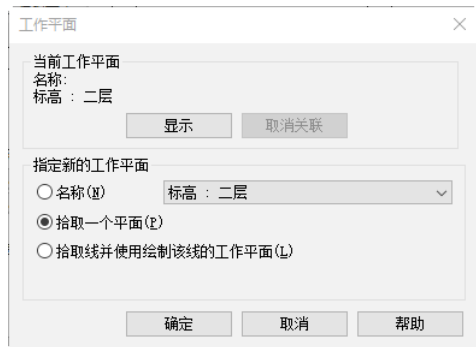

图 15-114 “工作平面”对话框
(3) 单击“结构”选项卡“工作平面”面板中的“设置”按钮, 打开“工作平面”对话框, 选择“拾取一个平面”单选项, 如图 15-114 所示, 单击“确定”按钮。